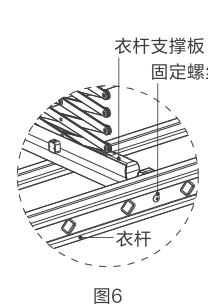

图6
1. 如图6, 取衣杆支撑板螺丝, 将衣杆的孔位对准衣杆支撑板, 拧紧固定螺丝。